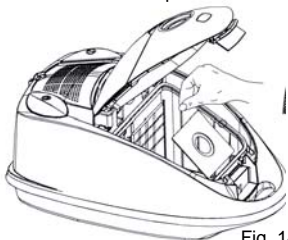

Fig. 14
2. Enfoncez le bouton de relâche du couvercle du sac à poussière et retirez le sac. (Fig. 14)
3. Retirez le sac à poussière HEPA du porte-sac, sans laisser la poussière s'en échapper. (Fig. 14)